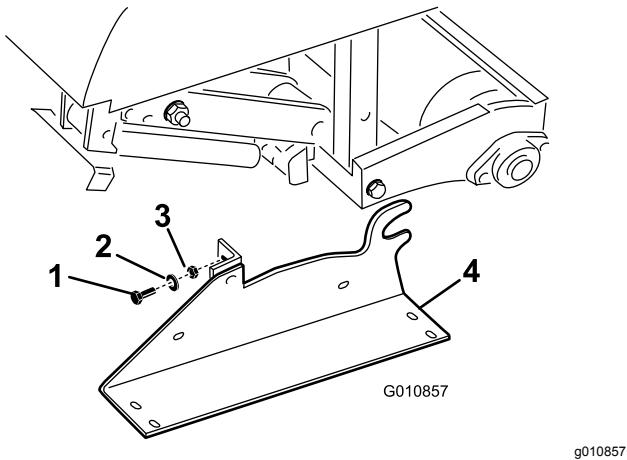

Bild 34
2. Entfernen Sie die Schrauben, Sicherungs- scheiben und Muttern, mit denen die Sicherheitsständner an jedem Ende des Aerifizierers befestigt sind (Bild 34).